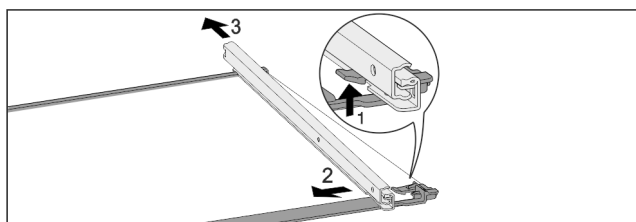

Fig. 124 Glasplade med skinner
- ▶ Tryk den forreste låsekrog op. Fig. 124 (1)
- ▶ Skub udtræksskinnen til siden Fig. 124 (2) og og bagud Fig. 124 (3).